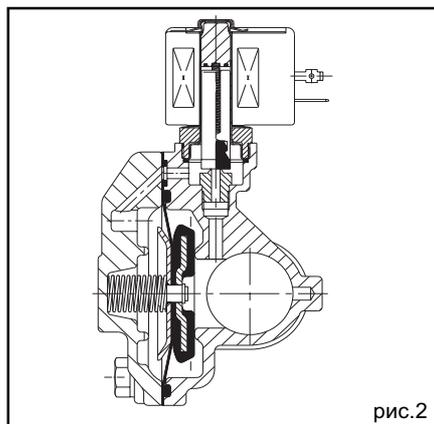

рис.2
(Рис. 2 и 3)
- а. Плавающая мембрана или поршень, которым необходим минимальный перепад давления, чтобы оставаться в открытом положении. (Рис. 2)